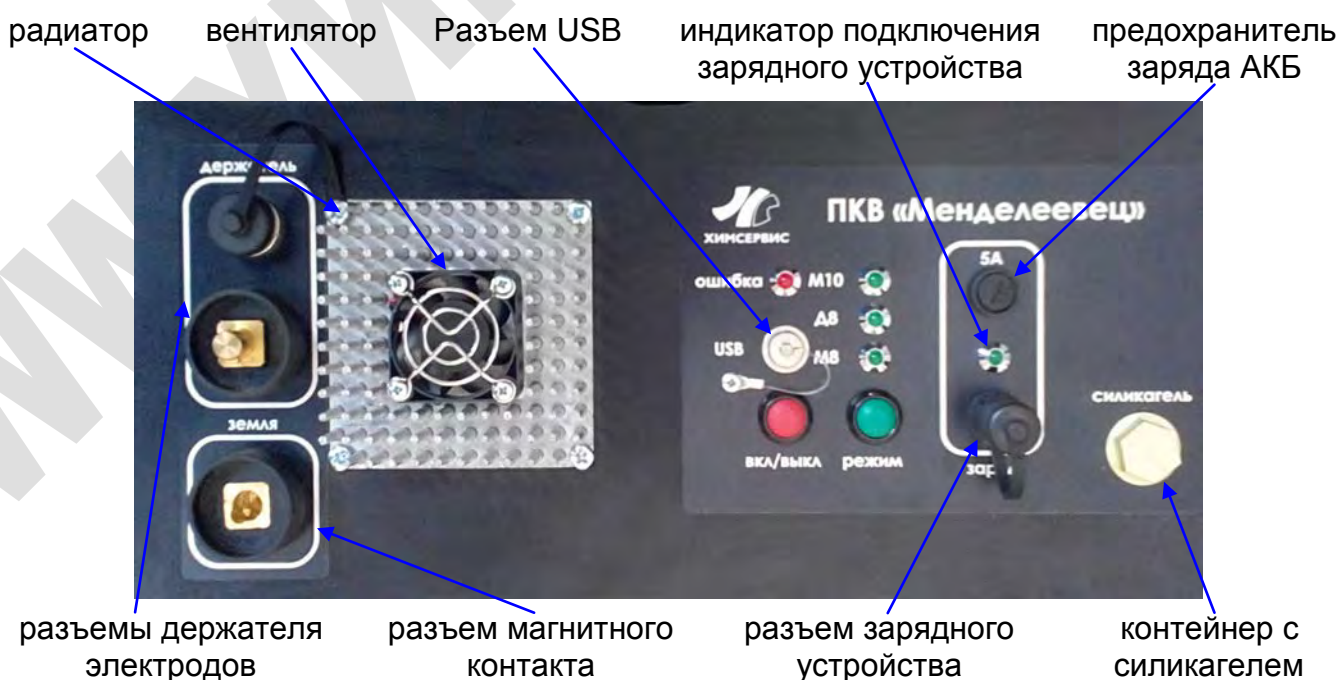

Рисунок 2 – Лицевая панель установки
1.5.3 Конструктивно аппарат выполнен в виде переносного моноблока. На лицевой панели (рисунок 2) расположены следующие элементы индикации и управления: